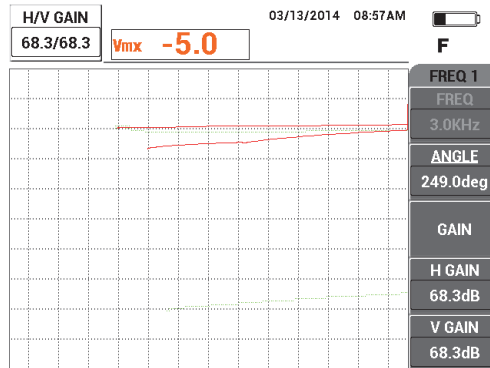

図 5-103 周波数 1 のゲインの調整
8. ゲインキー (**dB**) を押し、位置 2 の周波数 1 の信号が画面の高さの 20% に達するまで周波数 1 のゲインを上げます (202 ページの図 5-103 を参照)。